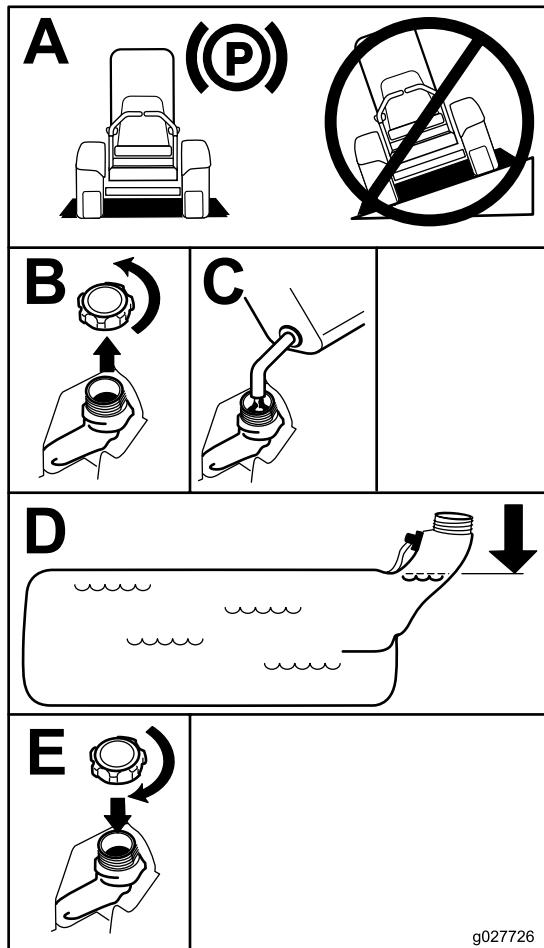

Bild 7
- 4. Füllen Sie den Kraftstofftank bis zur Unterseite des Füllstutzens (Bild 7).**